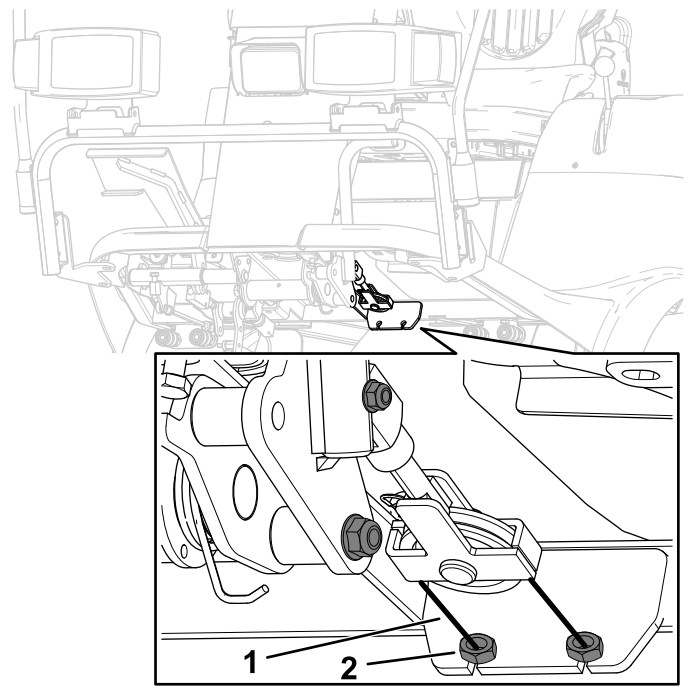

Figura 87
3. Si es necesario realizar un ajuste, afloje las contratuercas delanteras y traseras a cada lado de los cables del freno (Figura 87).